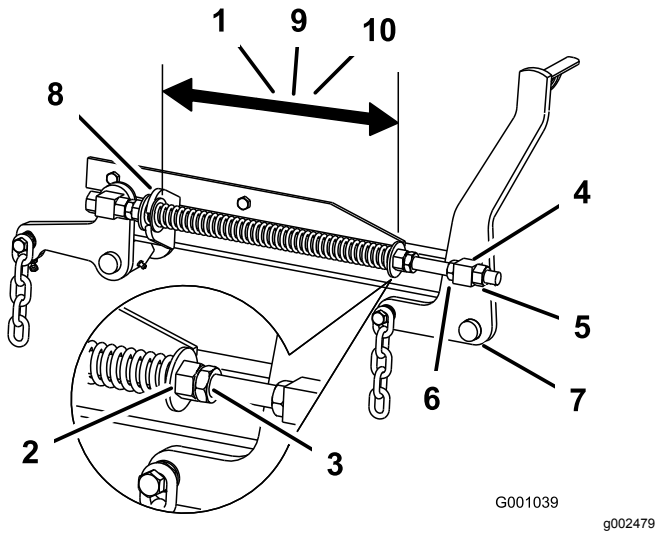

Figure 102
2. Vérifiez que les deux grandes rondelles sont espacées de 28,2 cm (11 $\frac{1}{8}$ po) pour les tabliers de coupe de 132 cm (52 po), de 26,7 cm (10 $\frac{1}{2}$ po) pour les tabliers de coupe de 152 cm (60 po), ou de 29,2 cm (11 $\frac{1}{2}$ po) pour les tabliers de coupe de 183 cm (72 po) (Figure 102).
3. Réglez cette distance en desserrant l'écrou de blocage du ressort et en tournant l'écrou devant chaque ressort (Figure 102).
4. Bloquez l'écrou en position en serrant l'écrou de blocage du ressort (Figure 102).